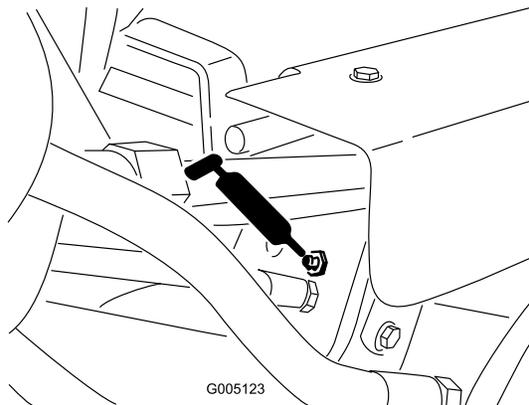

Figure 33
- Vérins de levage (3) (Figure 33)